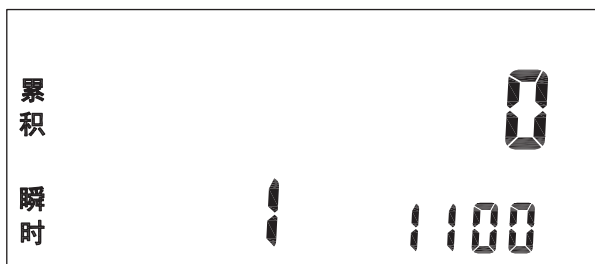

图 4 命令界面 可修改参数
- 命令界面 (如图 4) 显示命令序号、命令和此命令对应的参数值, 光标在命令处闪烁